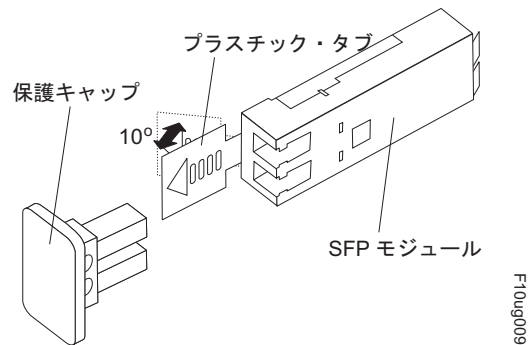

図 108. SFP モジュール・ラッチのアンロック - プラスチック・タブの場合
- プラスチック・タブが入っている SFP モジュールの場合は、197 ページの図 108 に示すように、プラスチック・タブを外側に 10° 引いて SFP モジュールのラッチをアンロックします。